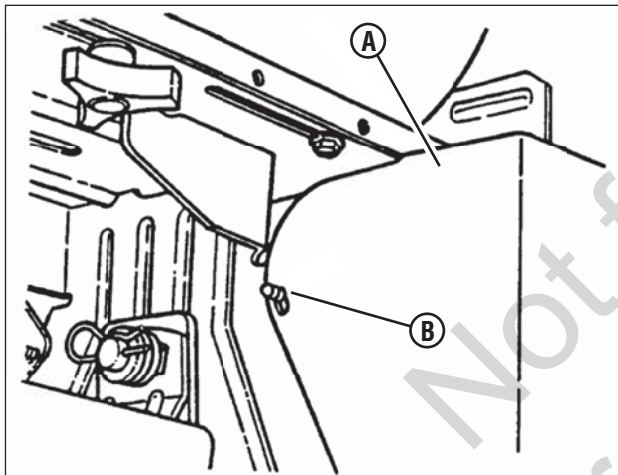

Figura 48: Removendo a tampa da bateria
1. Puxe cuidadosamente cada lado da tampa da bateria (**A**, **Figura 48**) para fora dos prendedores de catraca (**B**) e remova a tampa.
5. Reinstale a tampa da bateria (**A**, **Figura 48**).
12. Reinstale a tampa da bateria (**A, Figura 48**).